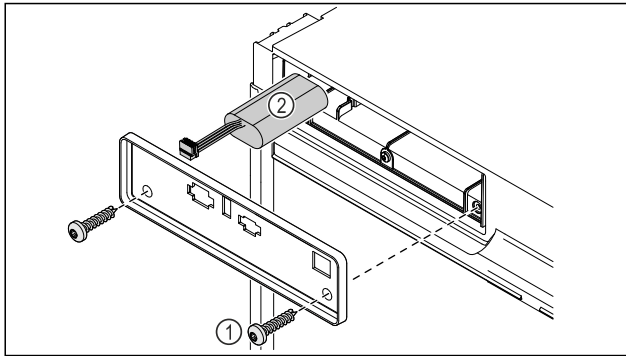

Fig. 228
- ▶ Csavarja ki a csavarokat, és távolítsa el a fedelet a készülék hátoldaláról Fig. 228 (1).
- ▶ Válassza le, és vegye ki az elemet Fig. 228 (2).